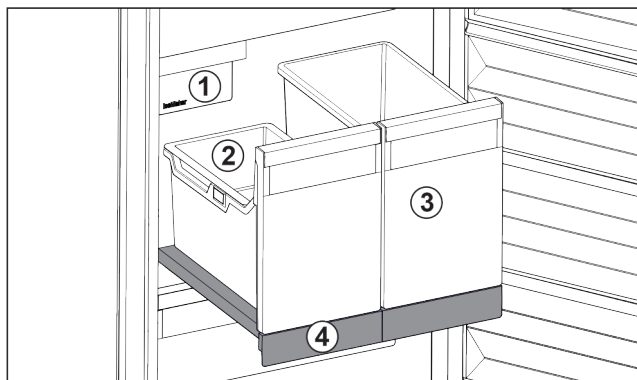

Fig. 83 Vysouvací přihrádka s IceTower
Na vysouvací přihrádce jsou dvě vysoké nádoby (IceTower). V nádobě Fig. 83 (2) se shromažďují a skladují kostky ledu z IceMaker. Nádoba Fig. 83 (3) se hodí pro skladování vysokých potravin jako pizzy nebo alkoholické nápoje.